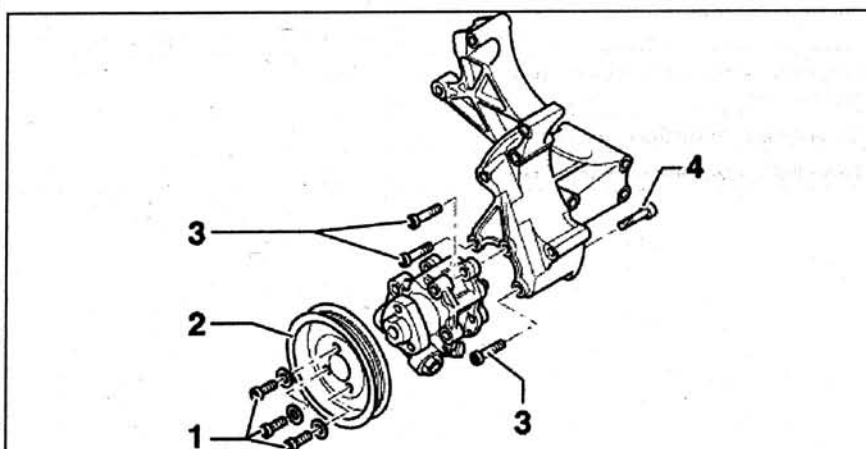

Рис. 6.31. Ослабьте болты 1 крепления шкива насоса. Открутите болты 3 и 4 крепления насоса к кронштейну и снимите его.
1. Ослабьте болты 1 крепления шкива насоса (рис. 6.31).